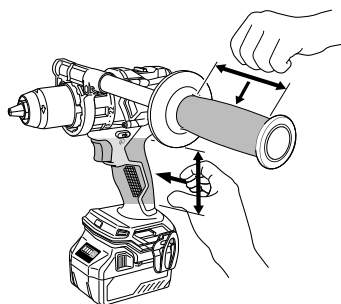

Fig. 1
8. S'assurer de bien tenir l'outil pendant le fonctionnement. Le non-respect de cette consigne peut entraîner des accidents ou des blessures. (Fig.1)